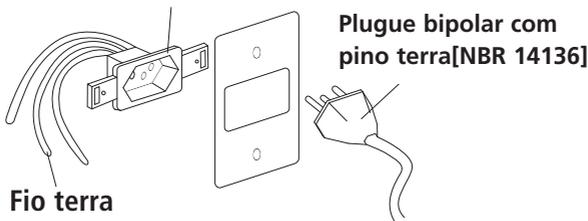

Fig. 16
- Ligar o produto em uma tomada bipolar com contato terra, de 10A, 3 pinos redondos [diâmetro dos pinos 4,0mm] devidamente aterrada [NBR 14136] [Fig. 16], exclusiva, em excelente estado, dimensionada de acordo com o circuito de proteção.